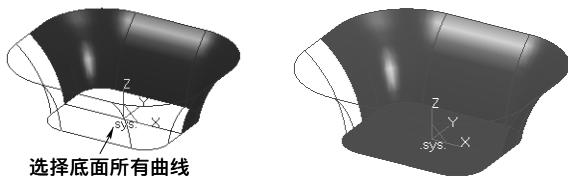

图 6-68 绘制平面
7) 选择下拉菜单“造型”→“曲面生成”→“平面”命令,或者单击“曲面生成栏”工具栏上的“平面”按钮,拾取如图 6-68 所示的外轮廓线,每拾取一个内轮廓线确定一次链搜索方向,拾取完毕,单击鼠标右键,完成操作,如图 6-68 所示。